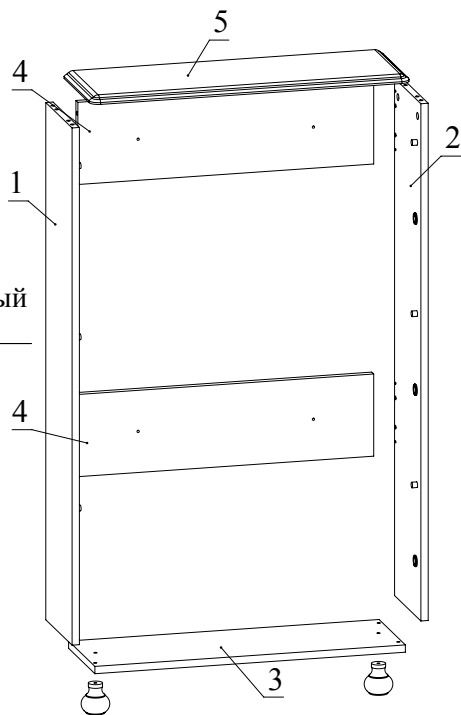

Рис.5
4. Установить детали 4 (2шт.) между деталями 1, 2 и зафиксировать, повернув конфирматным ключом головки минификсов по часовой стрелке до упора (Рис. 5). Соединить при помощи конфирматов деталь 3 с деталями 1, 2 (Рис. 5). Закрепить при помощи конфирматов опоры на деталь 3 (Рис. 5).
5. Установить деталь 5 на детали 1, 2 и зафиксировать, повернув конфирматным ключом головки минификсов по часовой стрелке до упора (Рис. 5).